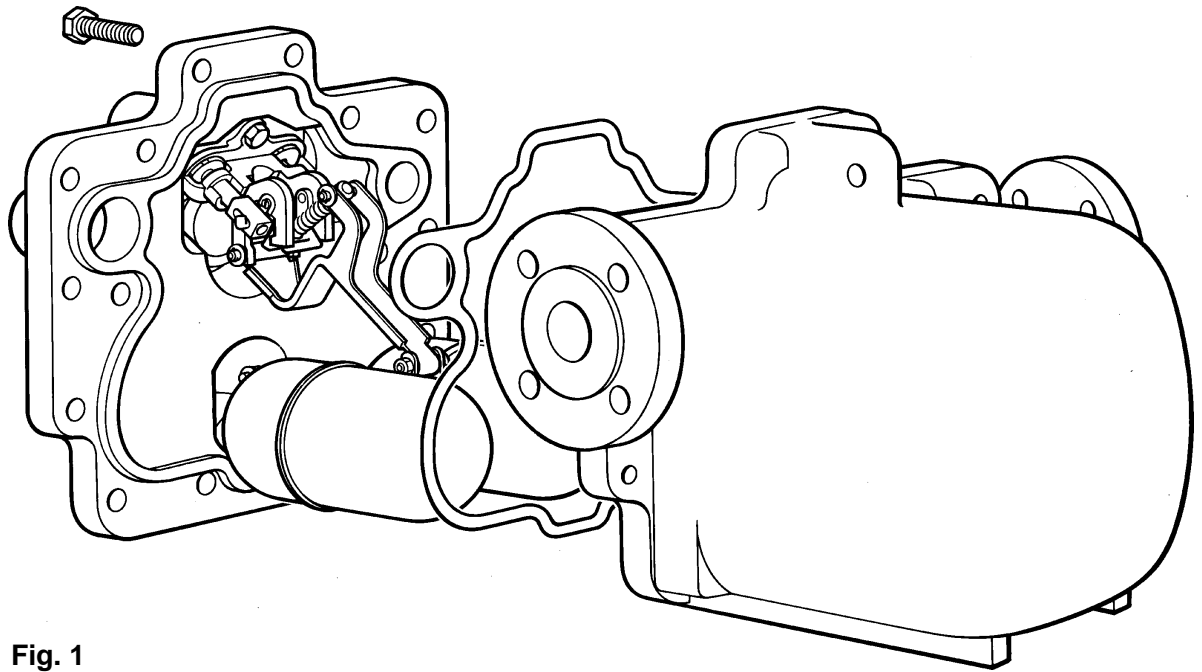

Fig. 1
1. Desconecte todas las conexiones de la tapa. Quite los tornillos de la tapa con la llave de tubo, separe con cuidado el conjunto tapa y el cuerpo (250 mm distancia mínima para desmontar). Coloque el conjunto tapa sobre un banco o alguna otra superficie de trabajo y fíjelo con firmeza, evitando el contacto con la cara de la junta. (Ver Fig. 1).